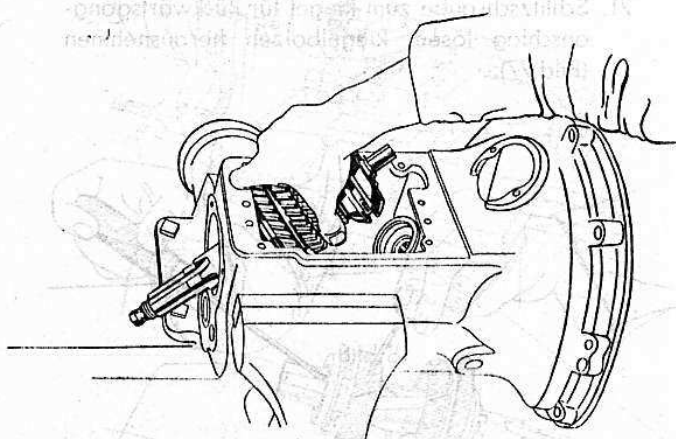

Bild 72
11. Haupt- und Antriebswelle auseinanderziehen und einzeln schräg nach oben ausführen (Bild 72).